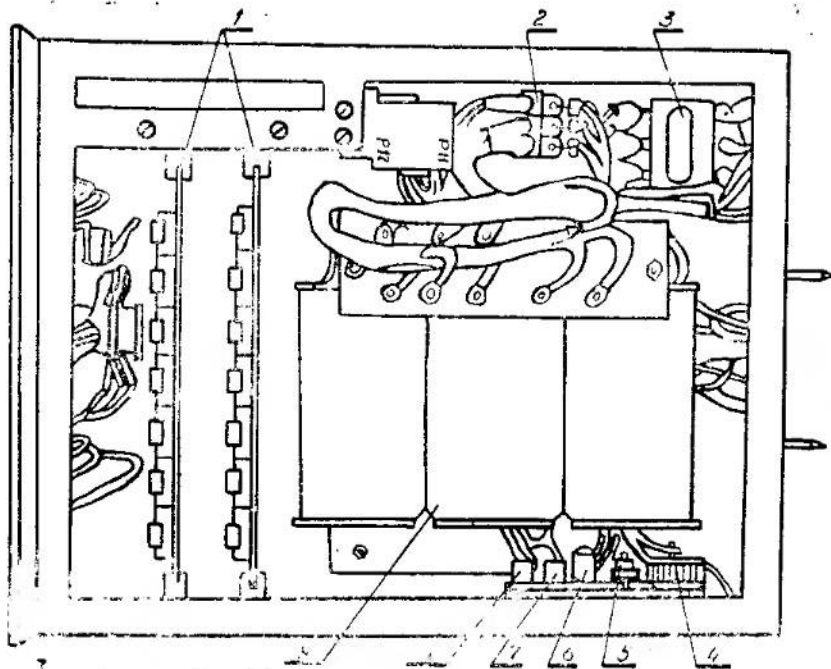

Рис. 4. Высоковольтный блок (вид сверху)
5.3.1. Блок № 2 является высоковольтным блоком выпрямителя ВУ-50. В нем размещены элементы высоковольтного выпрямителя плюс 3000В (см. рис. 4, 5).